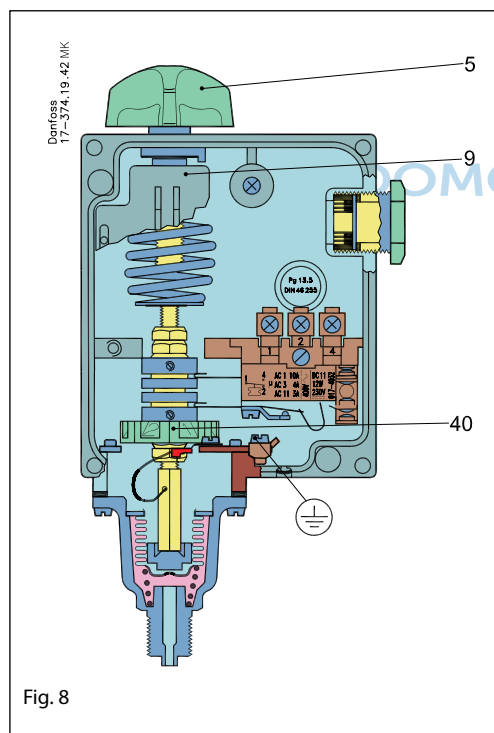

Fig. 8
Der Bereich wird mit dem Einstellknopf (5) Abb. 8 unter gleichzeitigem Ablesen der Hauptskala (9) eingestellt. Der eingestellte Druck ist der Ausschalt-Druck für den Kontakt 1-4 (siehe Abb. 13).